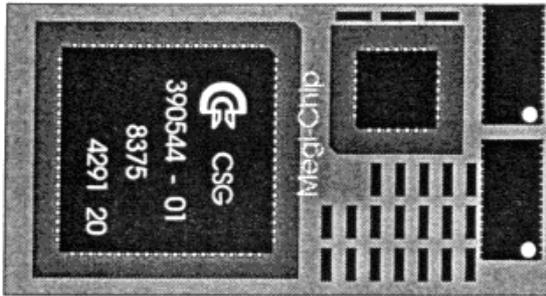

Abb. 1
- Fat Agnus muß wie in Abb. 1 im Megi-Chip eingesetzt sein.